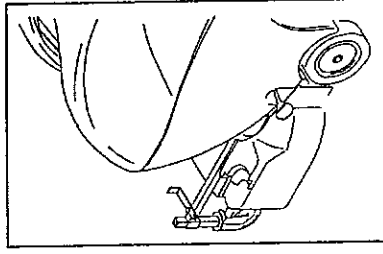

Fig. 9a
- lift the small wheel (fig. 9a);